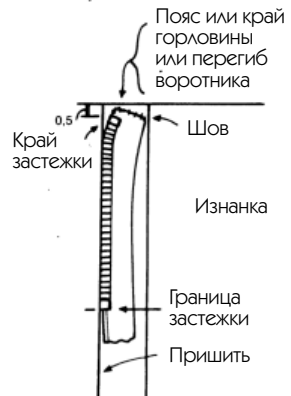

Рис. 274
— На рис. 274 показано правильное положение половинки молнии с изнаночной стороны изделия. Обратите внимание на то, что верхний конец тесьмы отклоняется, благодаря чему освобождается необходимое для бегунка место, когда молния будет застегнута.
3. Прочно закрепите верхний конец тесьмы (см. рис. 274), затем
2. Длина разреза высчитывается по длине молнии плюс примерно 0,5 см (см. рис. 274).